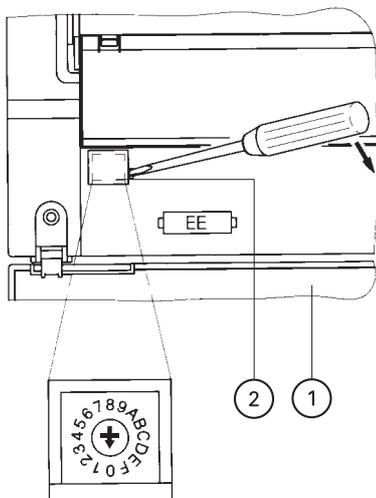

Abb. 32
4. Drehschalterstellung (siehe Abb. 32) prüfen: